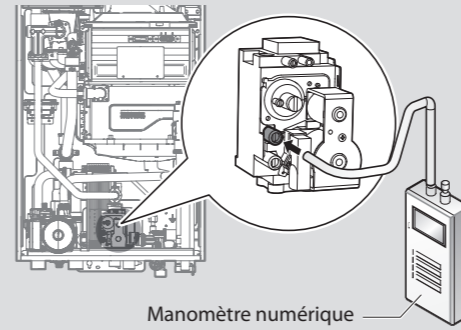

Figure 9. Connexion d'un manomètre numérique
- a. Ouvrez la lumière de refolement de correction en desserrant la vis de deux tours comme illustré à la figure 9.